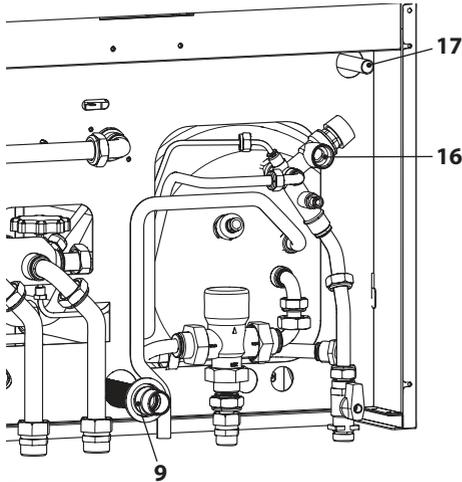

Figura 5.4
- Conecte la descarga de las válvulas de seguridad 16 y 17 en la Figura 5.4 a un embudo de descarga
- Introduzca el tubo flexible de descarga de condensado 9 Figura 5.4 en el conducto de desagüe de condensado doméstico o en el embudo de descarga de la válvula de seguridad, siempre que el desagüe sea apto para recibir condensado ácido.